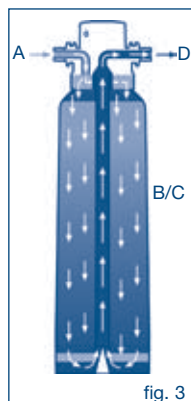

fig. 3
A água em bruto (A) dos fluxos do cartucho de filtro (Fig. 3). Na zona (B/C) e partículas de ferro (II) pode ser removido.
① NOTA